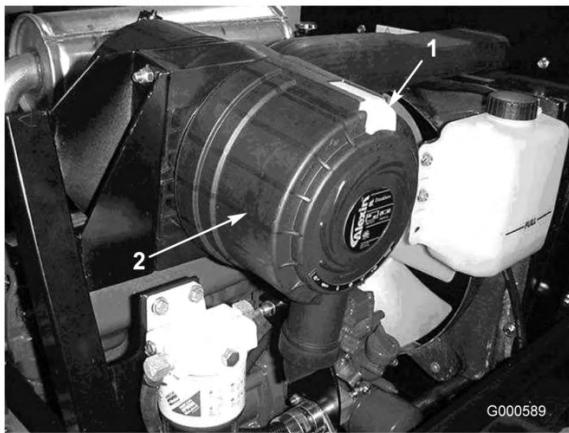

図 32
1. ラッチを引いて外し、カバーを左にひねってボディーからはずす（図 32）。